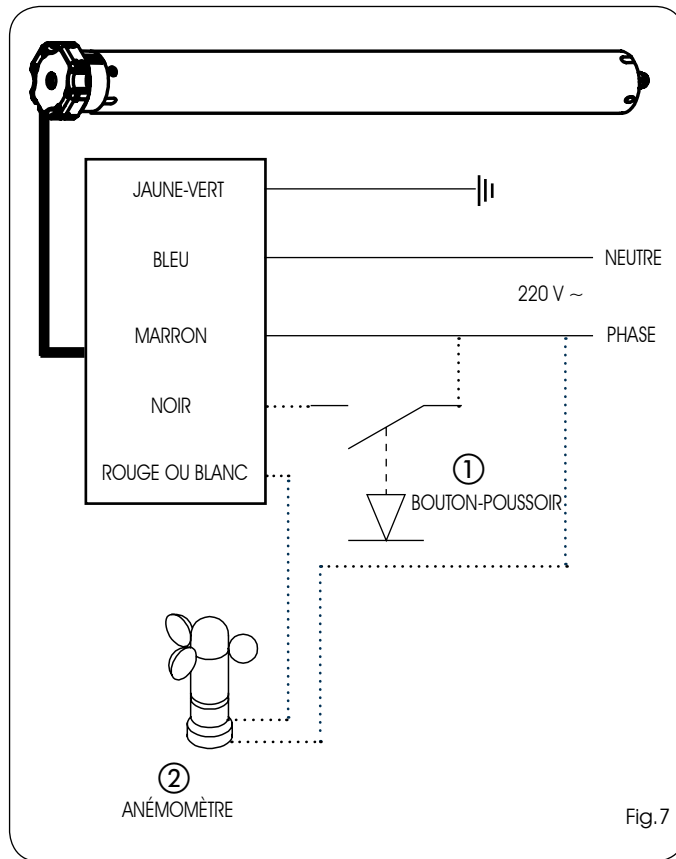

Fig.7
**AUTOMATISME COMMANDÉ À PARTIR DE LA TÉLÉCOMMANDE ET DE L'ANÉMOMÈTRE:** Si l'on souhaite effectuer ce type de configuration, connecter le fil bleu et le fil marron du moteur au secteur et le fil jaune-vert à la terre. Le fil noir ne doit pas être connecté. Connecter l'ANÉMOMÈTRE d'après la figure 7.
**AUTOMATISME COMMANDÉ À PARTIR DE LA TÉLÉCOMMANDE, DU BOUTON-POUSSOIR ET DE L'ANÉMOMÈTRE:** Si l'on souhaite utiliser ce type de configuration, connecter le moteur d'après le schéma de la figure 7.